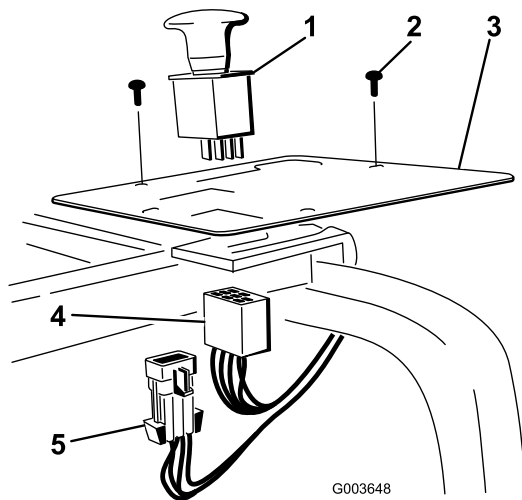

Рисунок 35
2. Снимите пластмассовую заглушку с панели и установите переключатель в панель (Рисунок 35).
4. Подсоедините жгут проводки к переключателю в панели управления (Рисунок 35).
6. Вставьте разъем главного жгута проводки в главный жгут проводки (Рисунок 35).